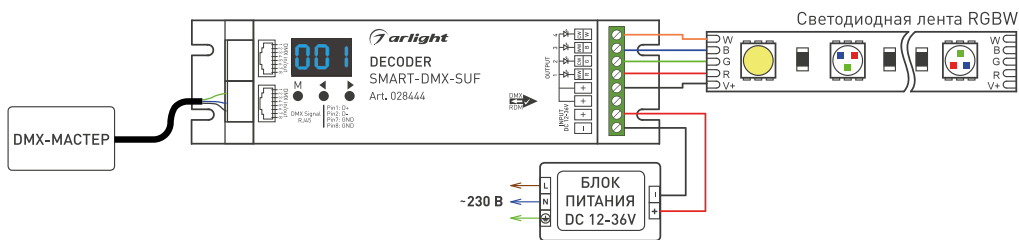

Рис. 1. Схема подключения декодера SMART-DMX-SUF
- 3.2. Подключите декодер согласно схеме на рис. 1.